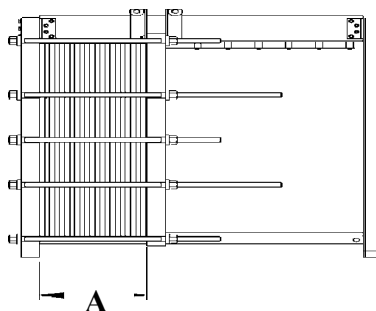

Рис. 11 Размер А – это расстояние между плитами
8.1.8 Если при испытаниях обнаружены наружные течи воды, необходимо плавно поджать стяжные болты до устранения течи, в пределах диапазона сжатия пластин (размер А рис. 11).
9.2.4 Измерить размер А пакета пластин (рис.11) и сравнить с табл. 1